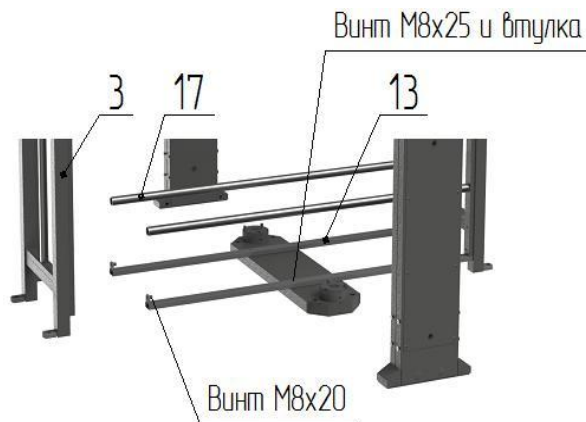

Рис. 2
- к вертикальным стойкам лицевых решеток с внутренней стороны установите нижние стяжки 13 и закрепите винтами М8 к решеткам и к плоскости напольной плиты 7 (рис.2);